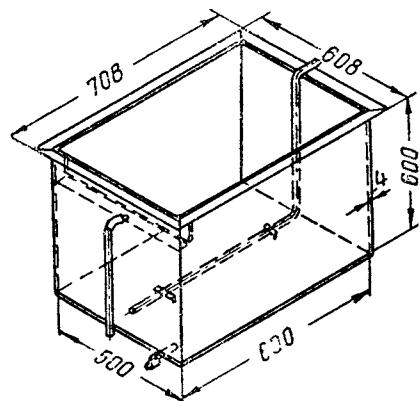

Рис. 4. Ванна холодной промывки
1) ванны для промывки в холодной воде (рис. 4);